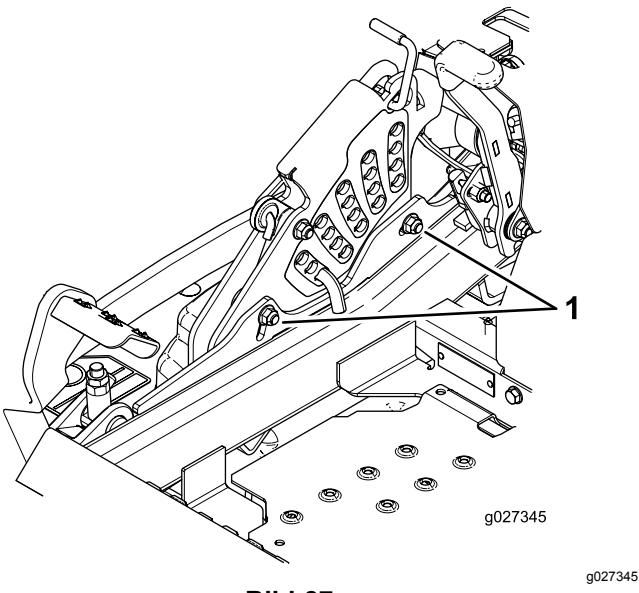

Bild 87
10. Zum Einstellen der zentralen Einstellung lösen Sie die zwei Schrauben unten an der Schnitthöhenplatte (**Bild 87**).
- Ziehen Sie die zwei Schrauben unten an der Schnitthöhenplatte an (Bild 87).